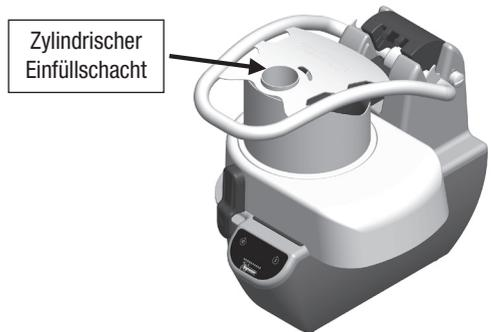
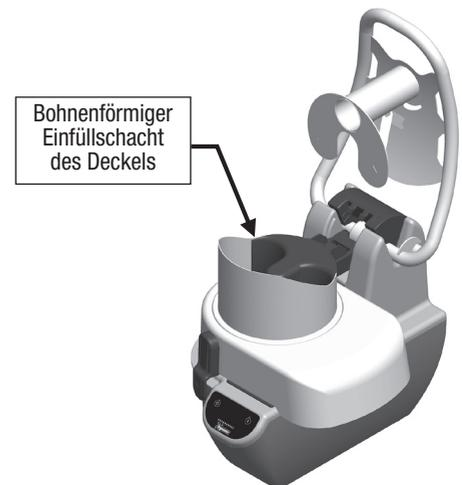

Abb. 1 / Die Lebensmittel durch den zylindrischen Einfüllschacht zugeben.
Abb. 2 / Die Lebensmittel durch den bohnenförmigen Einfüllschacht des Deckels zugeben.
3. Die Lebensmittel durch den zylindrischen Einfüllschacht (Abb. 1) oder durch den bohnenförmigen Einfüllschacht des Deckels zugeben (Abb. 2).